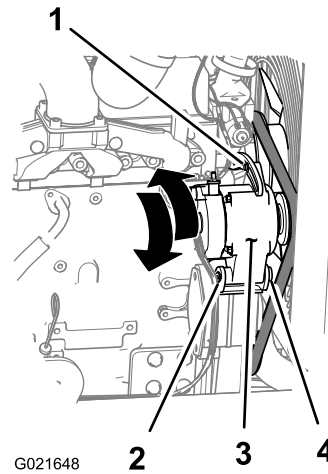

Bild 107
3. Lösen Sie die Mutter und die Schraube am Drehpunkt für die Lichtmaschine (Bild 107).
4. Lösen Sie die Einstellschraube an der Lichtmaschine (Bild 107).
5. Bewegen Sie die Lichtmaschine vom Motor weg, um die Riemenspannung zu erhöhen; bewegen Sie die Lichtmaschine zum Motor, um die Riemenspannung zu verringern (Bild 107).
6. Ziehen Sie die Einstellschraube für die Lichtmaschine an (Bild 107).
8. Wenn die Riemenspannung richtig ist, ziehen Sie die Mutter und Schraube am Drehpunkt für die Lichtmaschine an (Bild 107); wiederholen Sie sonst die Schritte 4 bis 7.